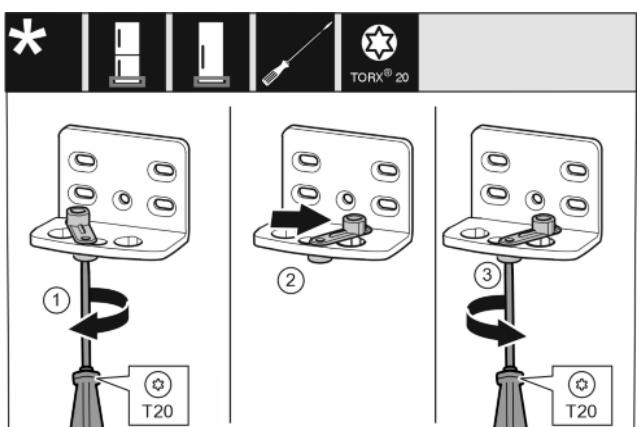

Fig. 14
- Odvijačem T20 labavo zavijte vijak. Fig. 14 (1)
- Podignite pomagalo za zatvaranje vrata i okrenite ga za 90° udesno u provrt. Fig. 14 (2)
- Odvijačem T20 čvrsto pritegnite vijak. Fig. 14 (3)